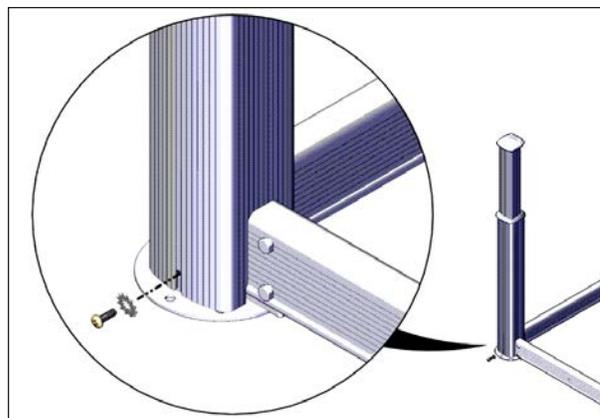

FIGURE 83: VIS DE VERROUILLAGE DU MANCHON
- Dévisser partiellement la vis à tête cruciforme M6 x 20 mm située à la base du manchon externe de la colonne, voir Figure 83.